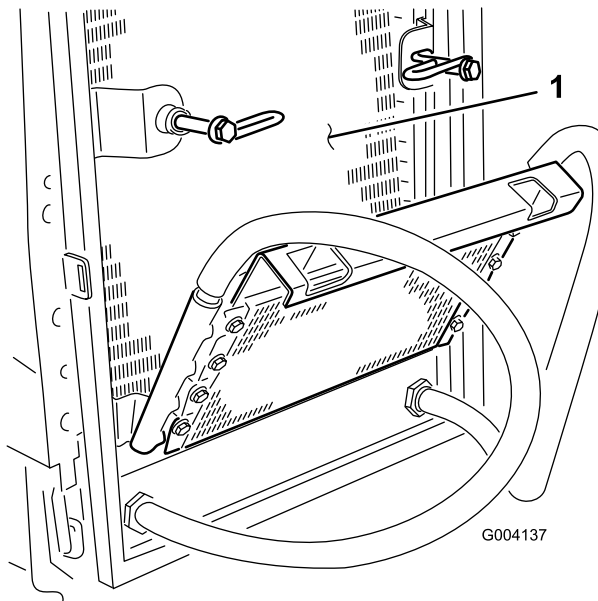

Figura 59
6. Pulite accuratamente entrambi i lati del radiatore dell'olio e del radiatore utilizzando aria compressa (Figura 59).